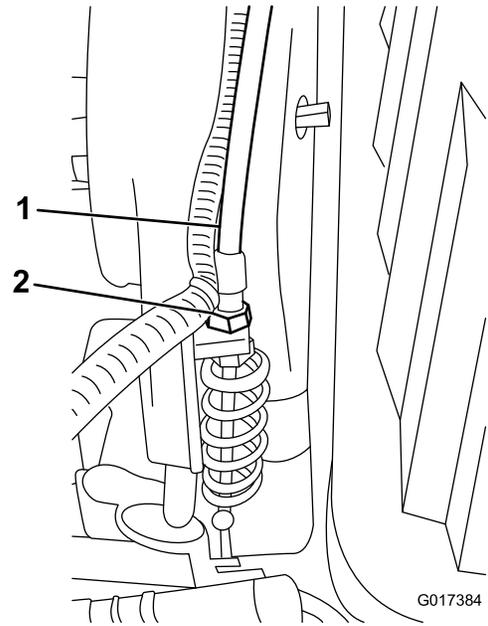

Figure 46
3. Au niveau du tablier de la transmission, réglez le câble de commande du cylindre (Figure 46) pour obtenir une longueur de ressort de 70,6 à 72,4 mm.